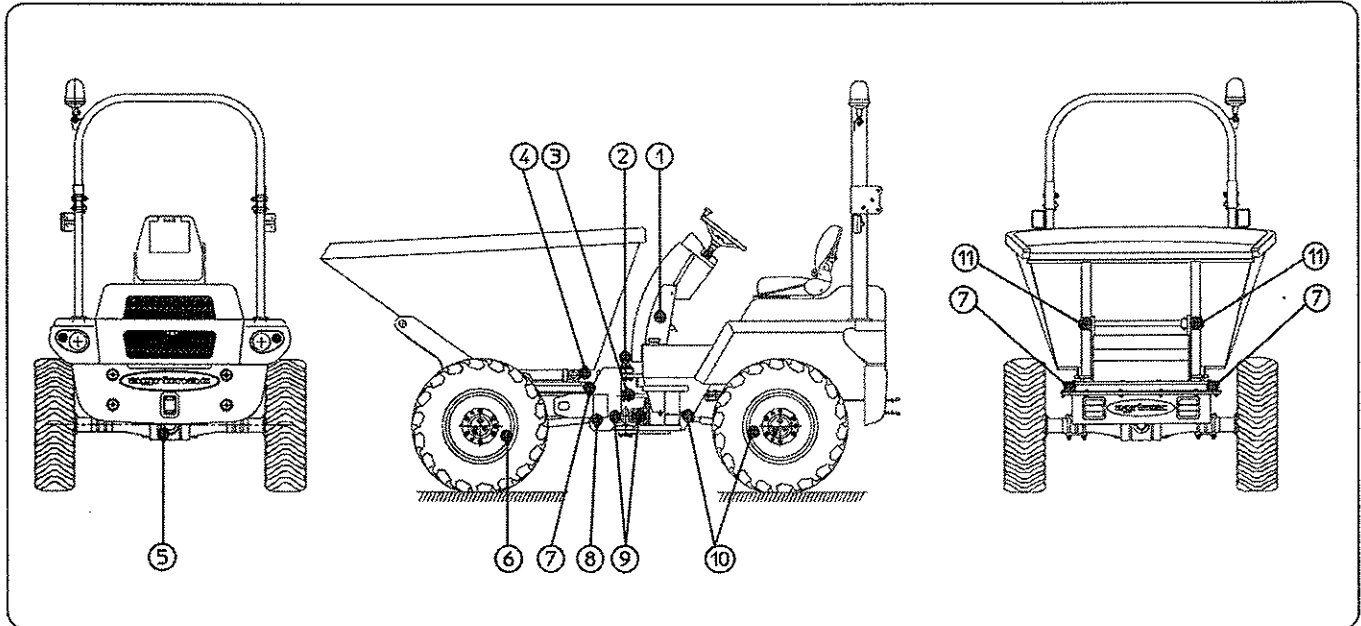

fig. 24
- 7) Engrasar todas las partes de lubricación, indicados en el esquema de los puntos de engrase (Fig. 24).
- 7) Grease all the lubrication points, indicated in the diagram of the grasing points (Fig. 24).
- 7) Graisser toutes les parties de lubrification indiquées sur le schéma des points de graissage (Fig. 24).
8) Limpiar y engrasar todas las partes indicadas como puntos de engrase (Fig. 24).
- 8) Clean and grease all the indicated parts as greasing points (Fig. 24).
- 8) Nettoyer et graisser toutes les parties indiquées comme points de graissage (Fig. 24).